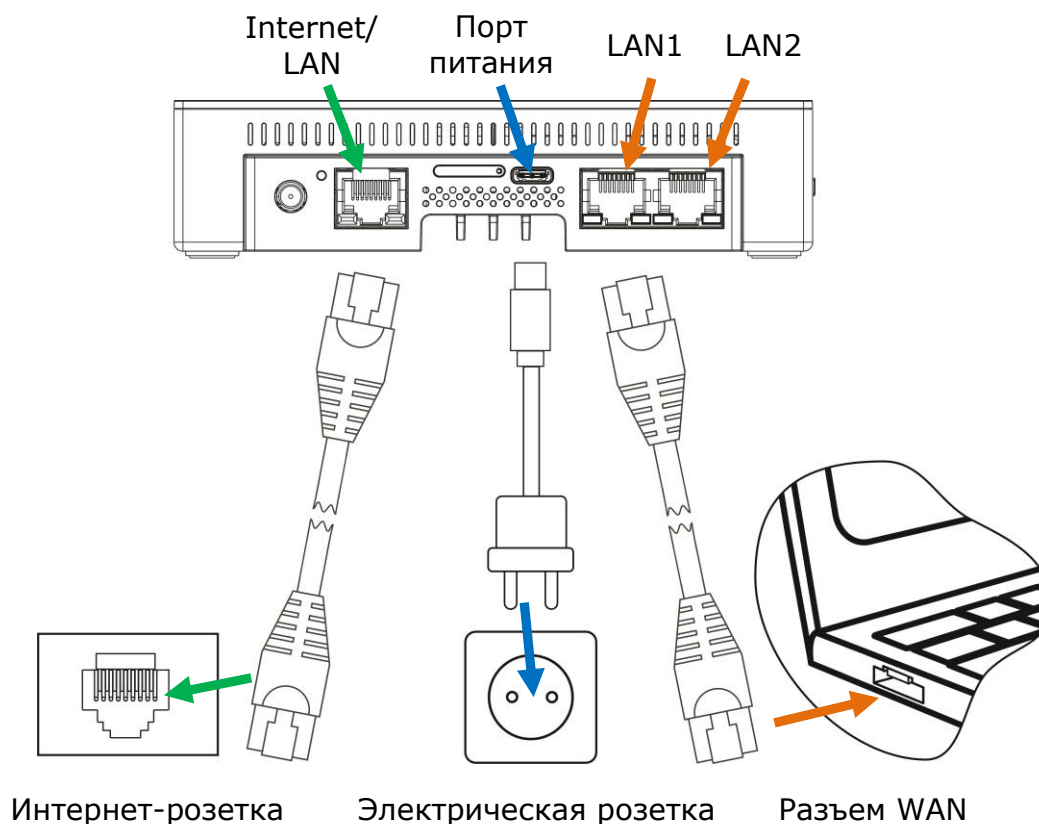

Рисунок 10 – Подсоединение к розеткам и ноутбуку
1. Распаковать IoT маршрутизатор и подключить его к электросети с помощью адаптера питания (см. рисунок 10 ниже). Подождать не менее 30 минут, пока устройство подзарядится.